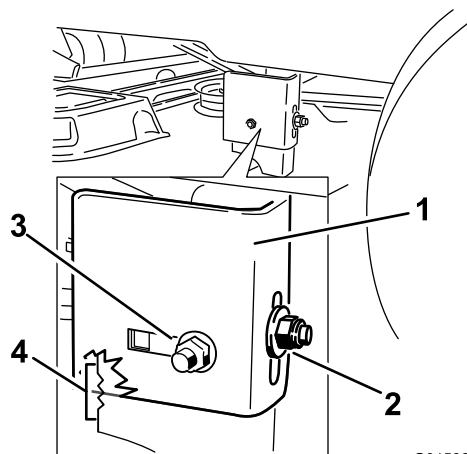
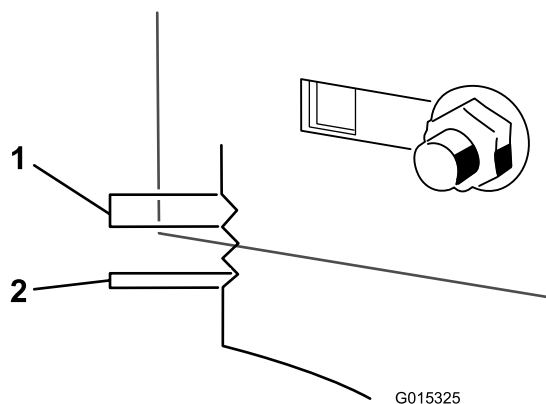

Figure 60
Figure 61
8. Desserrez l'écrou de blocage arrière sur le support (Figure 60).
9. Desserrez l'écrou de blocage latéral sur le support jusqu'à ce qu'il soit possible d'ajuster le support (Figure 60). Utilisez les crans du support soudé pour mesurer le réglage requis. La surface de chaque cran équivaut à 6 mm, tandis qu'un côté équivaut à 3 mm (Figure 61). Réglez le plateau de coupe à la hauteur voulue.
10. Arrêtez le plateau de coupe et vérifiez sa hauteur, puis serrez l'écrou de blocage latéral sur le support pour fixer cette nouvelle position (Figure 60). Serrez l'écrou de blocage arrière sur le support.